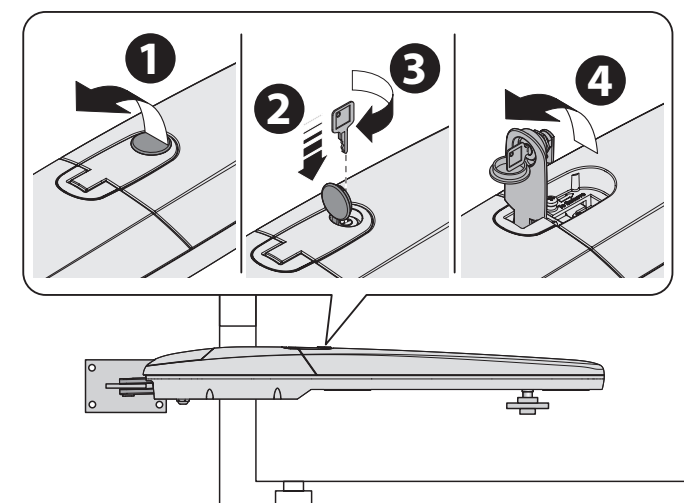

Fig. 8
01. Sbloccare il motoriduttore come mostrato nella fig. 8;
02. Sbloccare il motoriduttore come mostrato nella **fig. 8**;